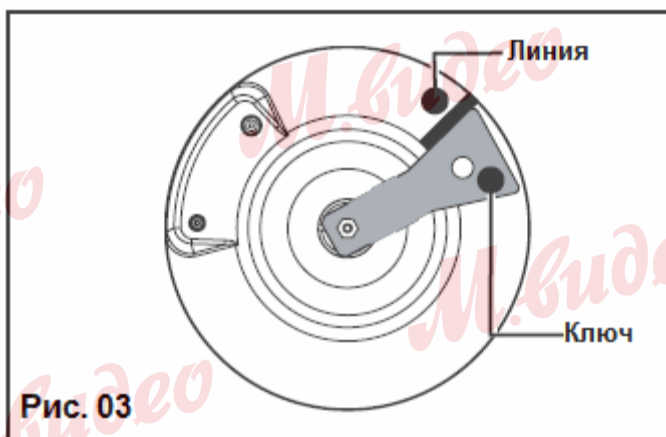

Рис. 03
В существующей системе подключения допускается использовать гибкий шланг со стяжным хомутом (соответствующий стандарту XPD36-110), срок службы которого составляет 5 лет. В этом случае надлежит использовать переходник, а между переходником и патрубком на приборе необходимо установить уплотнительную шайбу (Рис. 03).
- проверните ключ по часовой стрелке таким образом, чтобы линия появилась на другой стороне ключа (Рис. 03).
- Не используйте сковороды с термостатами, сковороды-тостеры, сковороды-гриль или соейники с ножками, которые могут прикасаться к стеклянной поверхности прибора (Рис. 03).